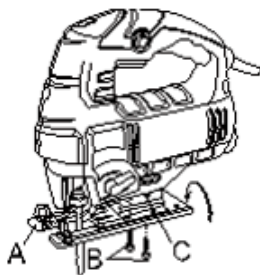

Рис. 5. Регулировка угла подошвы.
1. Ослабьте болты В (рис. 5) на нижней части основания с помощью шестигранного ключа.
3. Закрутите болты В (рис. 5) для фиксации основания.